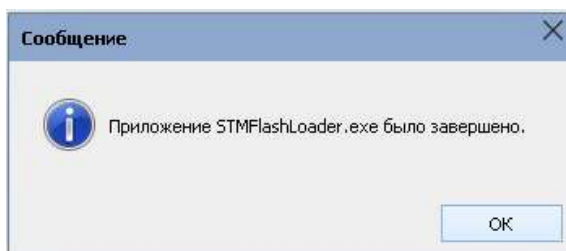

Рисунок 14 – Сообщение об успешном обновлении
3. Успешному результату процесса обновления соответствует сообщение (Рисунок 14).